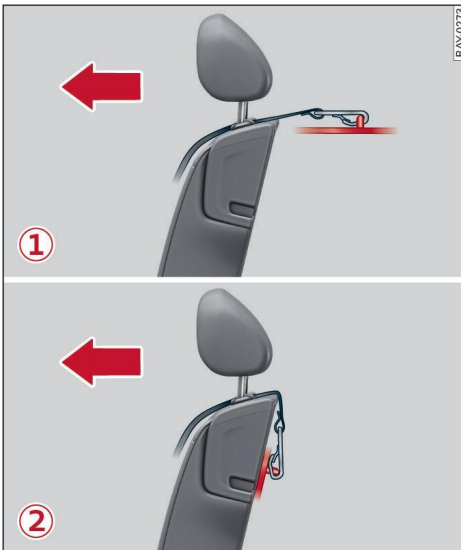

Fig. 64 Variante ① Bandeja trasera / Variante ② Respaldo trasero: Enganchar el cinturón de sujeción superior al anclaje Top Tether
- Enganche el cinturón en el anclaje Top Tether ⇒ fig. 64. Al realizar esta operación, asegúrese de que el cinturón no quede retorcido y no pase por cantos agudos.